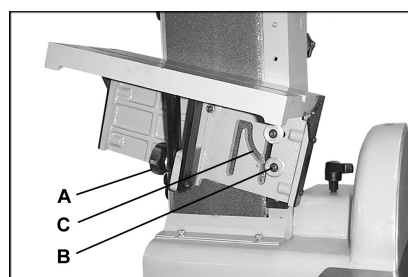
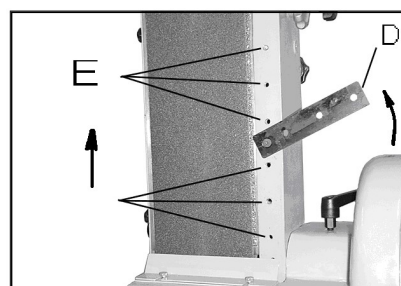

Fig 11
Fig 12
Desserrer les vis à 6 pans creux (B, fig 11), basculer la table de ponçage dans la position souhaitée, les vis à 6 pans creux glissent dans la rainure de la table (C) .
Le dispositif de table peut aussi être utilisé comme butée. Pour cela retirer les vis à 6 pans creux (B, fig 11) ainsi que l'unité de ponçage. Tourner le plateau pivotant (D, fig 12) à 180°